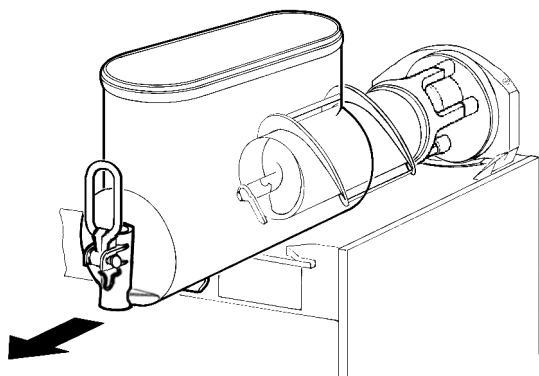

**figure 5**
**2** Démontez le réservoir en poussant légèrement sa partie inférieure (côté robinet) vers le haut pour en libérer les crochets inférieurs (voir figure 5) et en le faisant ensuite glisser par